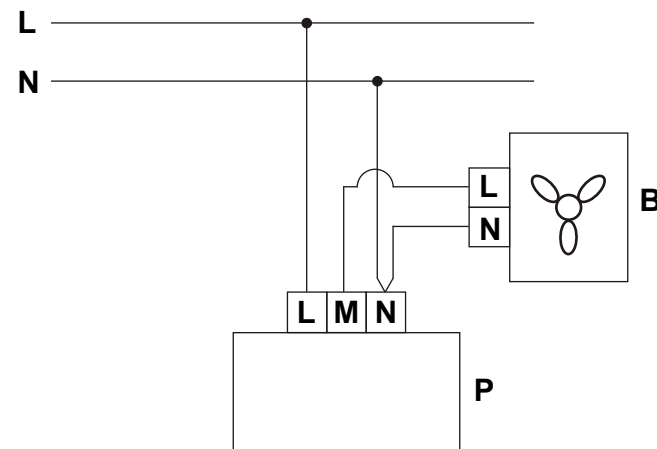

Рис.3. Схема подключения регулятора
- 1) снять ручку управления регулятора (1);
- 2) открутить гайку (2) крепления декоративной крышки и снять декоративную крышку (3);
- 3) открутить шурупы (4) крепления регулятора к монтажной коробке, и снять регулятор (5);
- 4) провести в монтажную коробку (6) соединительные провода;
- подключить провода к клеммнику, расположенному на плате регулятора, согласно схеме подключения (рис. 3) и наклейке на клеммнике;